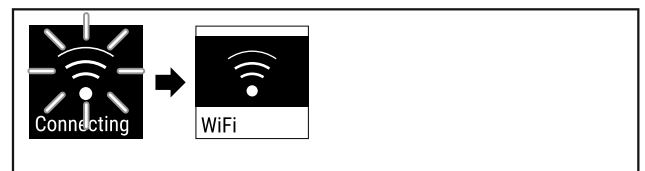

Fig. 85
- ▶ Yhteys muodostetaan (katso Fig. 85).